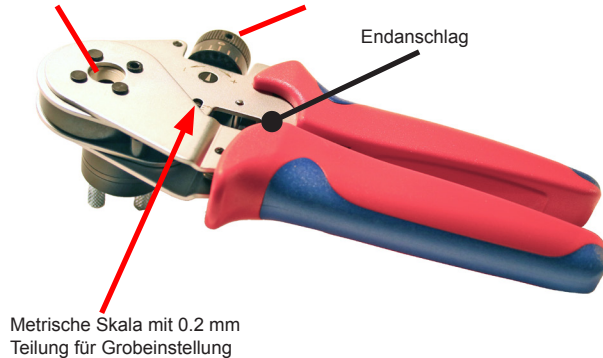

Bild 3 Crimpzange Vorderansicht
- Crimpmaß- und Locatoreinstellung für den Steckverbinder aus Tabelle (Bild 3) entnehmen.